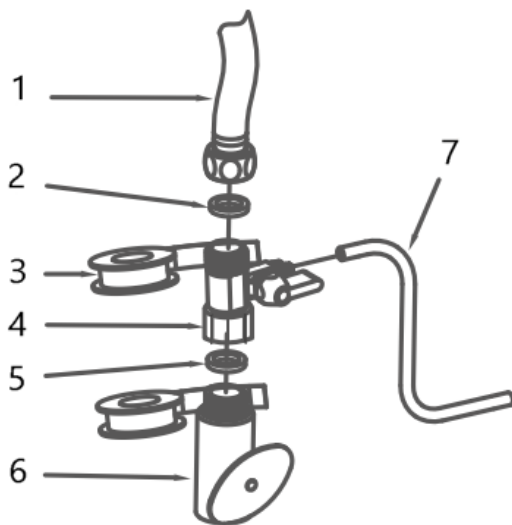

Abb.1
3. Das Umlenkventil mit dem Speisewasserventil und dem Schlauch verbinden (Abb. 1).